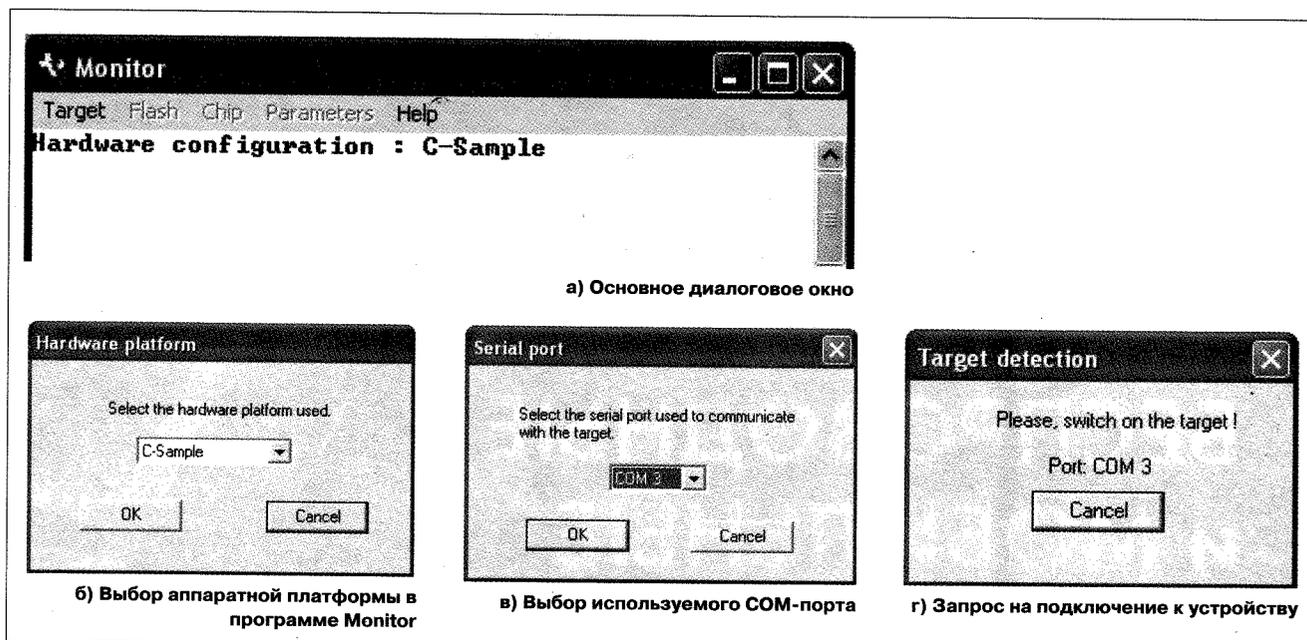

Рис. 4. Программа Monitor
Настройка программы Monitor (рис. 4а) для работы с телефонами «LG B1x00» заключается в выборе в качестве аппаратной основы «C-Sample», для чего входят в пункт «Target» основного меню, где выбирают подпункт «Configure». В выведенном на экран диалоговом окне «Hardware platform», приведенном на рис. 4б, из выпадающего списка «Select hardware platform used» выбирают «C-Sample», а затем нажимают кнопку «Ok». Подсоединение программы к телефону производят в следующем порядке:
3. В выведенном на экран диалоговом окне (рис. 4в) из выпадающего списка «Select serial port used to communicate with target» выбирают COM-порт, к которому подключен DATA-кабель. Программа позволяет выбрать только порты COM1-COM9.
4. При появлении на экране диалогового окна, приведенного на рис. 4г, кратковременно (~0,5 с) нажимают клавишу включения телефона. При этом в оперативной памяти телефона будет размещен начальный загрузчик, а в прокручиваемом списке протокола будет выведено сообщение «The flash loader is running».